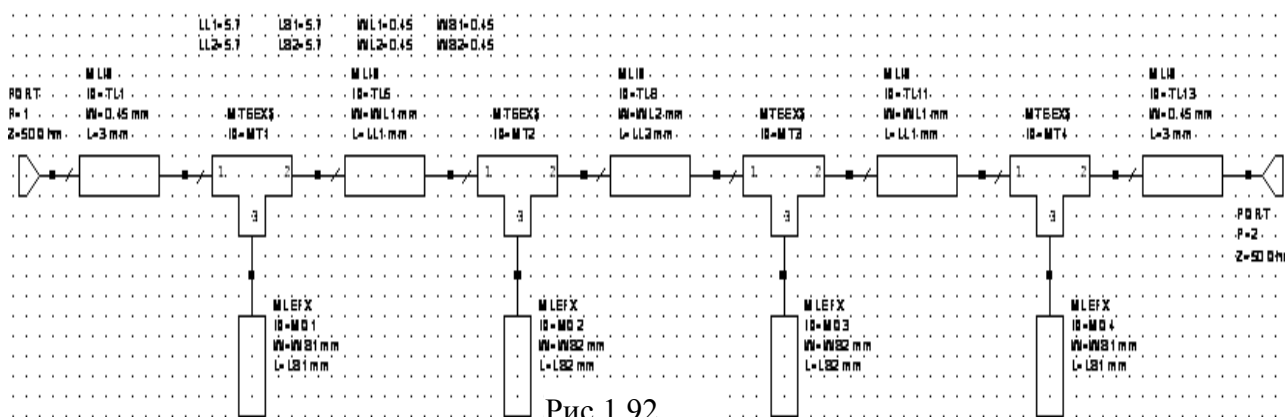

Рис. 1.92
4. Дважды щёлкая мышкой по переменным, присвойте им первоначальные значения, как будто схема создаётся впервые: **LL1=5.7**, **LL2=5.7**, **LS1=5.7**, **LS2=5.7**, **WL1=0.45**, **WL2=0.45**, **WS1=0.45** и **WS2=0.45**. Схема должна выглядеть, как на рис. 1.92.